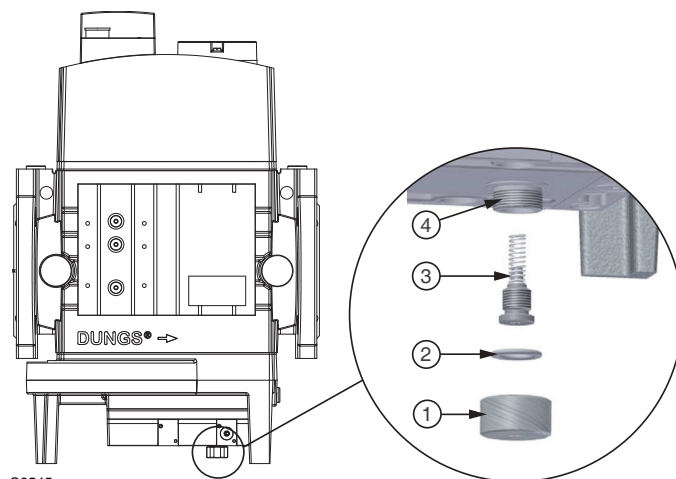

Abb. 10
Wann immer andere Drücke am Ausgang erforderlich sein sollten, muss die passende Feder bestellt werden, die aus den als Zubehör vorgesehen Federn ausgewählt und deren Austausch, wie in Abb. 10 dargestellt, vorgenommen werden muss.
- Vorsichtig den Schutzstopfen 1)(Abb. 10) abschrauben und prüfen, ob die Dichtung 2) unbeschädigt ist und richtig sitzt;
Zeichenerklärung (Abb. 10)